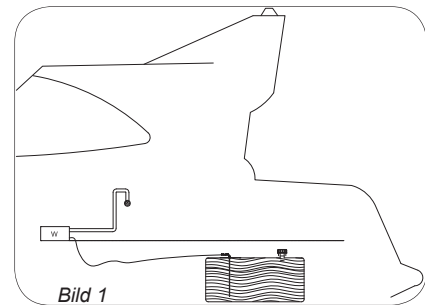

Bild 1
1. Bränslets yta finns under värmaren/spisen. Bild 1.